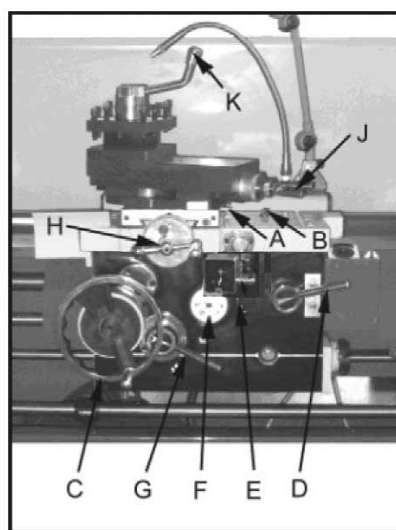

Fig. 13
6. **Tverrslidelås:** (A, fig. 13) Spaken sitter på tverrslides venstre side. Vri medurs for å låse og moturs for å låse opp.
7. **Sledelås:** (B, Fig. 13) Sperren sitter opp til høyre på sleden. Vri medurs for å låse. Vri moturs for å låse opp. (Observer: Sledelåsen må være åpen når sleden flyttes, ellers kan dreiebenken gå i stykker.)
8. **Ratt for lengdebevegelse:** (C, fig. 13) Sitter på forkledet. Vri rattet medurs for å flytte forkledet mot dubbdokken (mot høyre). Vri rattet moturs for å flytte forkledet mot spindeldokken (mot venstre).
9. **Lengde-/tverrmatingspåk:** (E, fig. 13) Kan stilles i tre posisjoner: øvre, midtre og nedre posisjon. Trykk spaken oppover for tverrmattingen. Trykk spaken nedover for lengdemattingen. Når spaken står i midtposisjon, kan skruen sikres med halvmutteren.
10. **Halvmutterspåk:** (D, fig. 13) sitter fram på forkledet. Brukes ved gjengeskjæring.
11. **Matertannspåk:** (G, fig. 13) Sitter fram på forkledet. Dra spaken oppover for å tanne inn. Dra spaken nedover for å tanne ut.
12. **Justerbar matespåk:** (F, Fig. 13) Om maskinen er overbelastet kan den slure. Da må skjærehastigheten minskes. Observer: Denne innstilling er kalibrert på fabrikk og skal ikke behøve å endres. Om innstillingen tross dette trengs å justeres, følg skjemaet på forkledets framside.
13. **Ratt for tverrbevegelse:** (H, fig. 13) Sitter overfor forkledet. Om den vri medurs flyttes tverrslide bakover på maskinen.
14. **Lengderegulering for support:** (J, fig. 13) Sitter bak på supporten. Vri medurs eller moturs for å flytte eller feste reguleringen.
15. **Stålholderlås:** (K, fig. 13) Sitter opp til på stålholderen. Vri moturs for å åpne låset og medurs for å låse det.